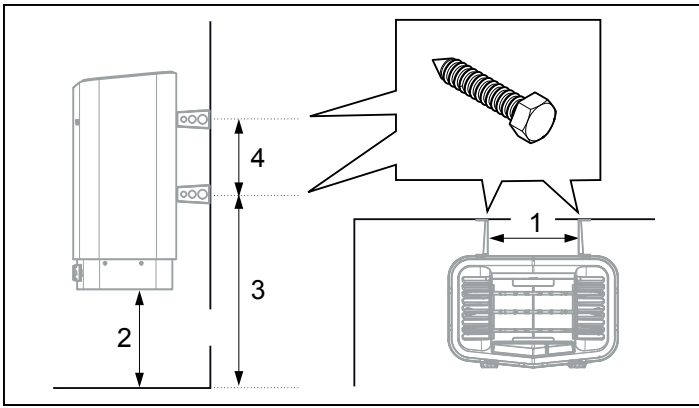

Figure 12 : Dimensionnement
7. Positionnez les vis de supports en fonction du dimensionnement indiqué (voir figure 12).